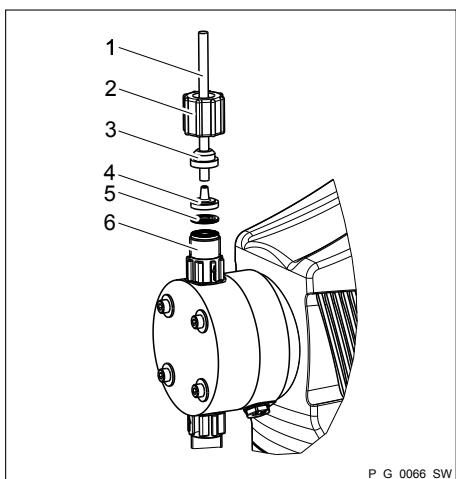

Рис. 10: Исполнения PP, NP, PV, TT
2. ➤ Наденьте накидную гайку (2) и зажимное кольцо (3) на шланг (1); см. Рис. 10.
3. ➤ Надвиньте конец шланга (1) до упора на наконечник (4), при необходимости расширьте его.